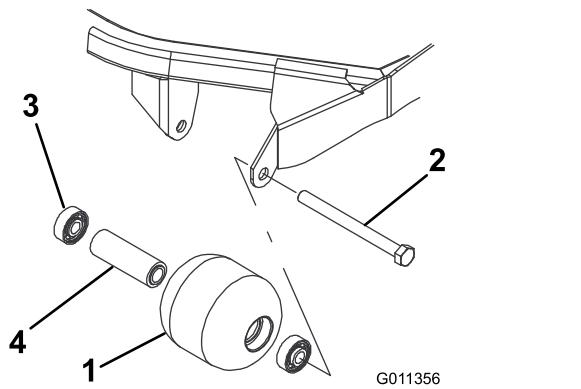

Bild 99
- Entfernen Sie die Rollenbefestigungsschraube (Bild 99).
- Prüfen Sie das Rollengehäuse, die Lager und das Distanzstück auf Beschädigungen (Bild 99).
- Drücken Sie das erste Lager in das Rollengehäuse (Bild 99). Drücken Sie dabei nur auf den äußeren Ring oder gleichmäßig auf die inneren und äußeren Ringe.
- Setzen Sie ein Distanzstück ein (Bild 99).
- Drücken Sie das zweite Lager in das Rollengehäuse (Bild 99). Pressen Sie dabei